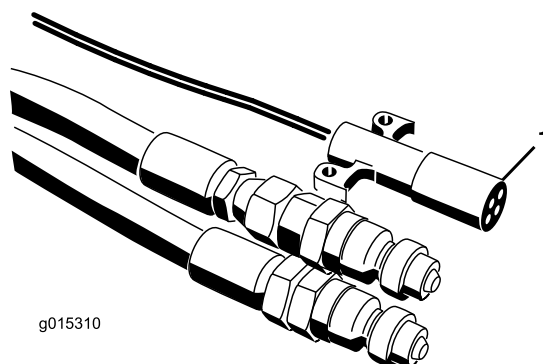
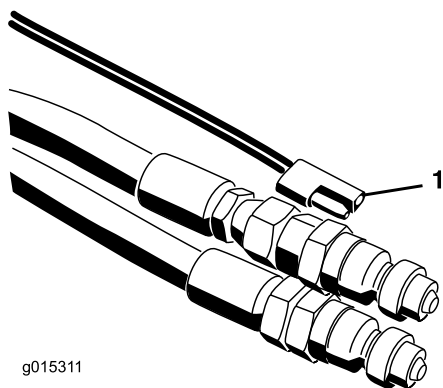

Figura 21
Figura 22
7. Collegate il cablaggio di alimentazione al veicolo trainante (Figura 21 e Figura 22). Sui modelli SH posizionate il comando pensile on/off a una distanza raggiungibile dal sedile del conducente. Accertatevi che l'interruttore sia impostato su off.